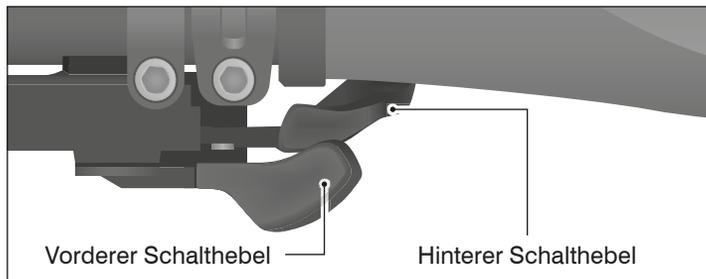

Abb.: B-9 Bedieneinheit auf der rechten Seite des Lenkers zum Schalten der Zahnkränze.
- Um am Zahnkranz einen Gang runterzuschalten, drücken Sie auf der rechten Seite des Lenkers den vorderen Schalthebel bis er das erste Mal einrastet (siehe Abb.: B-9).